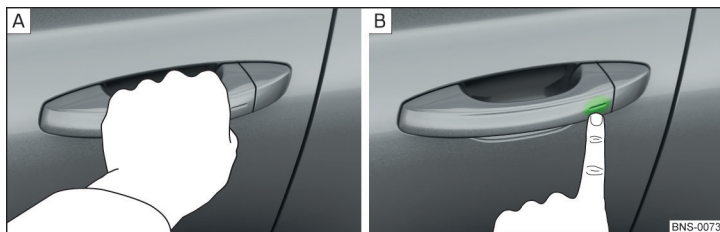

Fig. 53 Descuierea / încuierea autovehiculului
- Trageți de mânerul portierei, pentru a **descuia** autovehiculul » fig. 53 - A..
- Pentru a **încuia** autovehiculul, atingeți cu degetul senzorul din mânerul portierei » fig. 53 - B.
- În 5 s atingeți cu degetul senzorul de la mânerul portierei » **fig. 53 la pagina 63** - [B]. Dezactivarea este confirmată printr-o singură aprindere a luminilor de semnalizare.